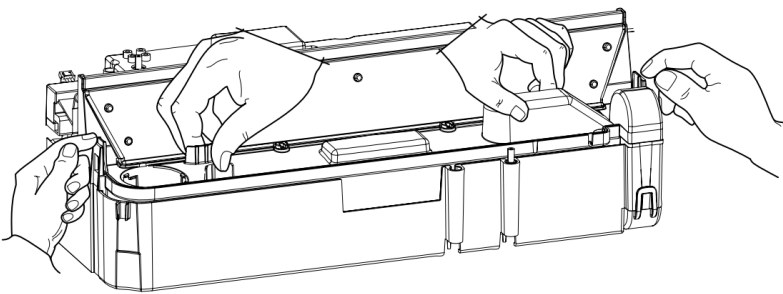

Fig 28
5. Es gibt zwei orangefarbene Clips, die die Düse an der Wanne festhalten, eine links und eine rechts an der Düse. Drücken Sie den Clip links mit einer Hand und heben Sie die Düse mit der anderen Hand aus dem Clip. Wiederholen Sie diesen Schritt auf der rechten Seite (Abb. 28).